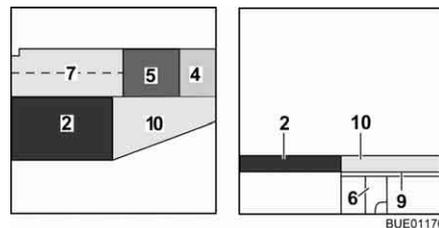

Fig. 126 Después de la transformación
- Colocar el cojín del asiento (Fig. 126,5) en el centro.
- Colocar el cojín del respaldo (Fig. 126,4) entre el cojín del asiento y la pared.
- Colocar el cojín adicional (Fig. 126,10) sobre el ensanchamiento de cama.